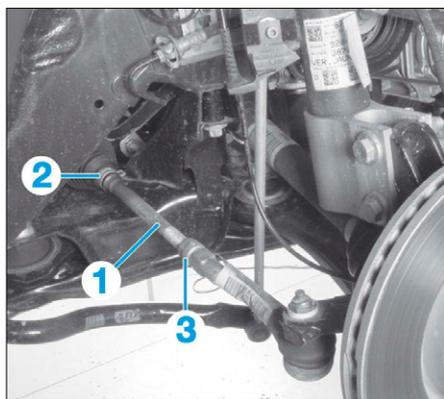

FIG. 9
- Le parallélisme se règle par l'allongement ou le raccourcissement de la longueur des biellettes de direction (1), en les tournant par leur empreinte hexagonale, après avoir écarté le collier (2) et desserré le contre-écrou (3) (Fig.9).